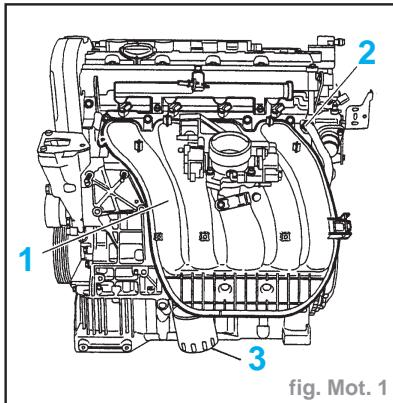

fig. Mot. 1
- Déclipper, déposer le collier (2) (fig. Mot. 1).
- Déposer le répartiteur d'air (1) muni du boîtier porte-papillon et de la rampe d'injection.